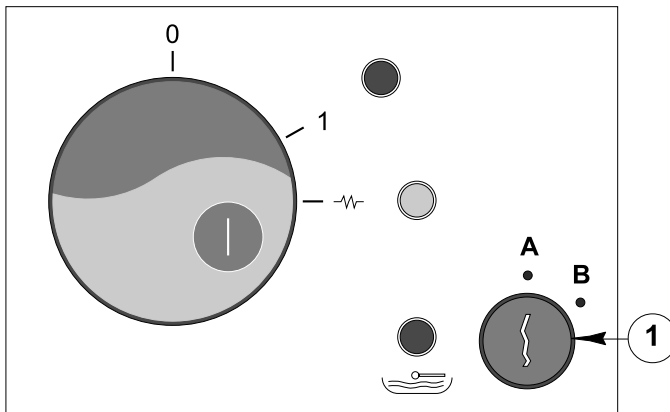

FIG. 10 - Interruttore accensione macchina e chiave di programmazione dosi
Portare la chiave (Fig.10; pos. 1) in posizione B e procedere alla programmazione come specificato nel paragrafo 5.7. Al termine della programmazione riportare la chiave in posizione di partenza A.